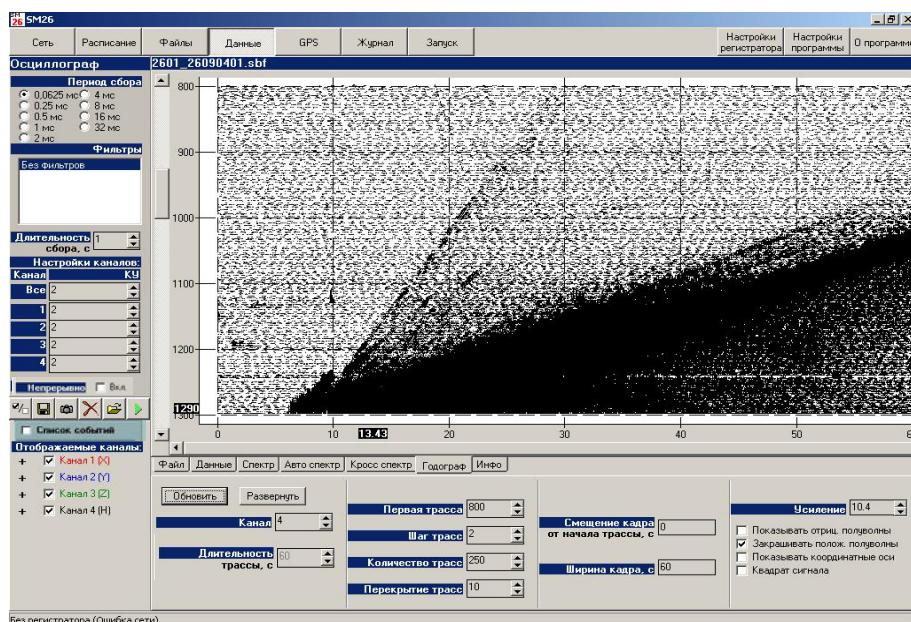

Рисунок 3.13 - Вкладка «Данные - Годограф»
- вкладка **Данные-Годограф** (рисунок 3.13) выводит годограф по выбранному каналу;